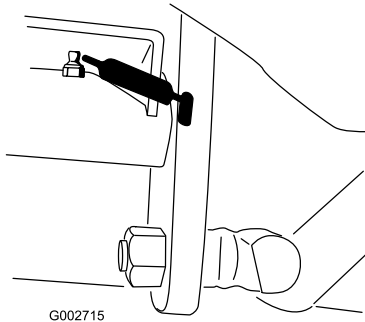

Figura 20
- perno del pedale della trazione (1) (Figura 20)